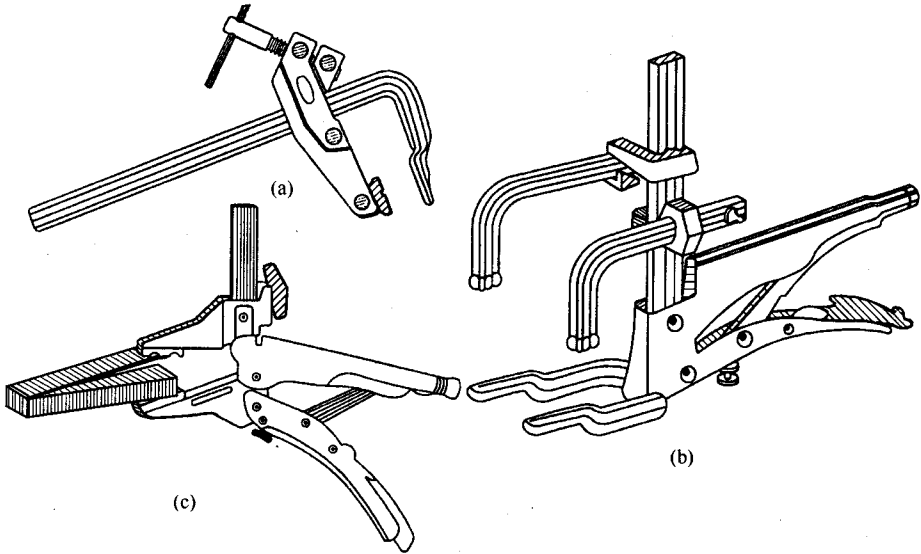
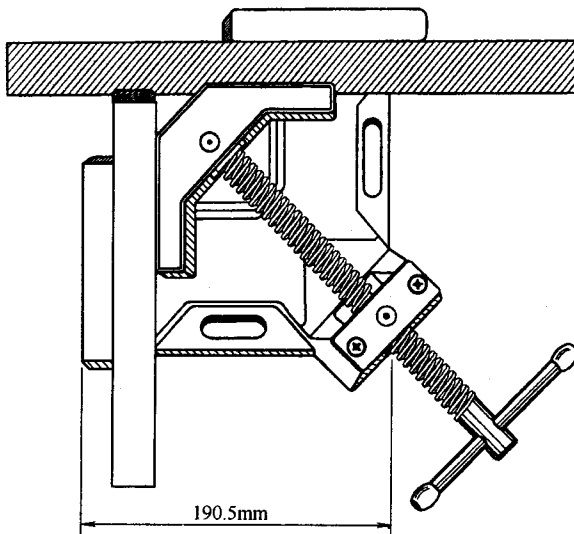

图 1-6 Bessy 大工件用焊接夹具
图 1-7 Bessy 焊接用直角夹具
答：① Bessy 焊接夹具和夹钳 使用方便灵活，可保持被焊工件定位成直角，如图 1-6 和图 1-7 所示。